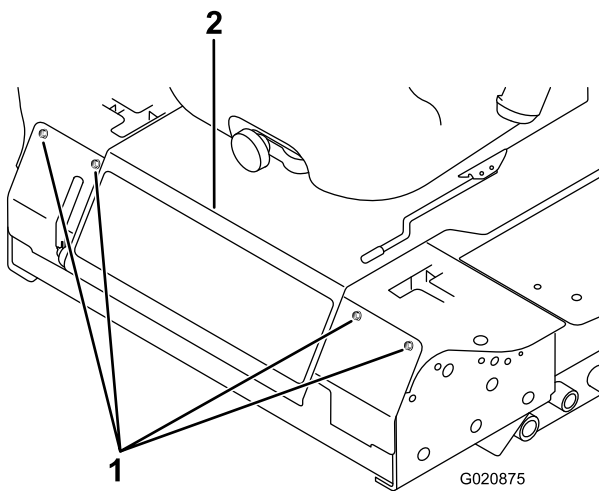

Figura 46
2. Togliete i bulloni che fissano il pannello anteriore, e rimuovete il pannello (Figura 46).